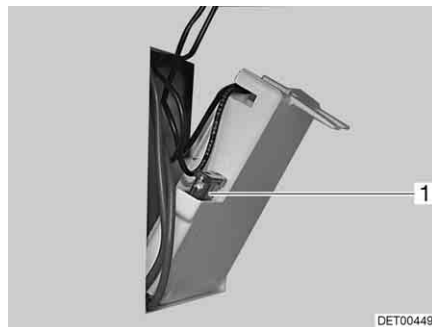

Fig. 171 Fusible del inodoro Thetford
- Cambiar el fusible (Fig. 171,1).